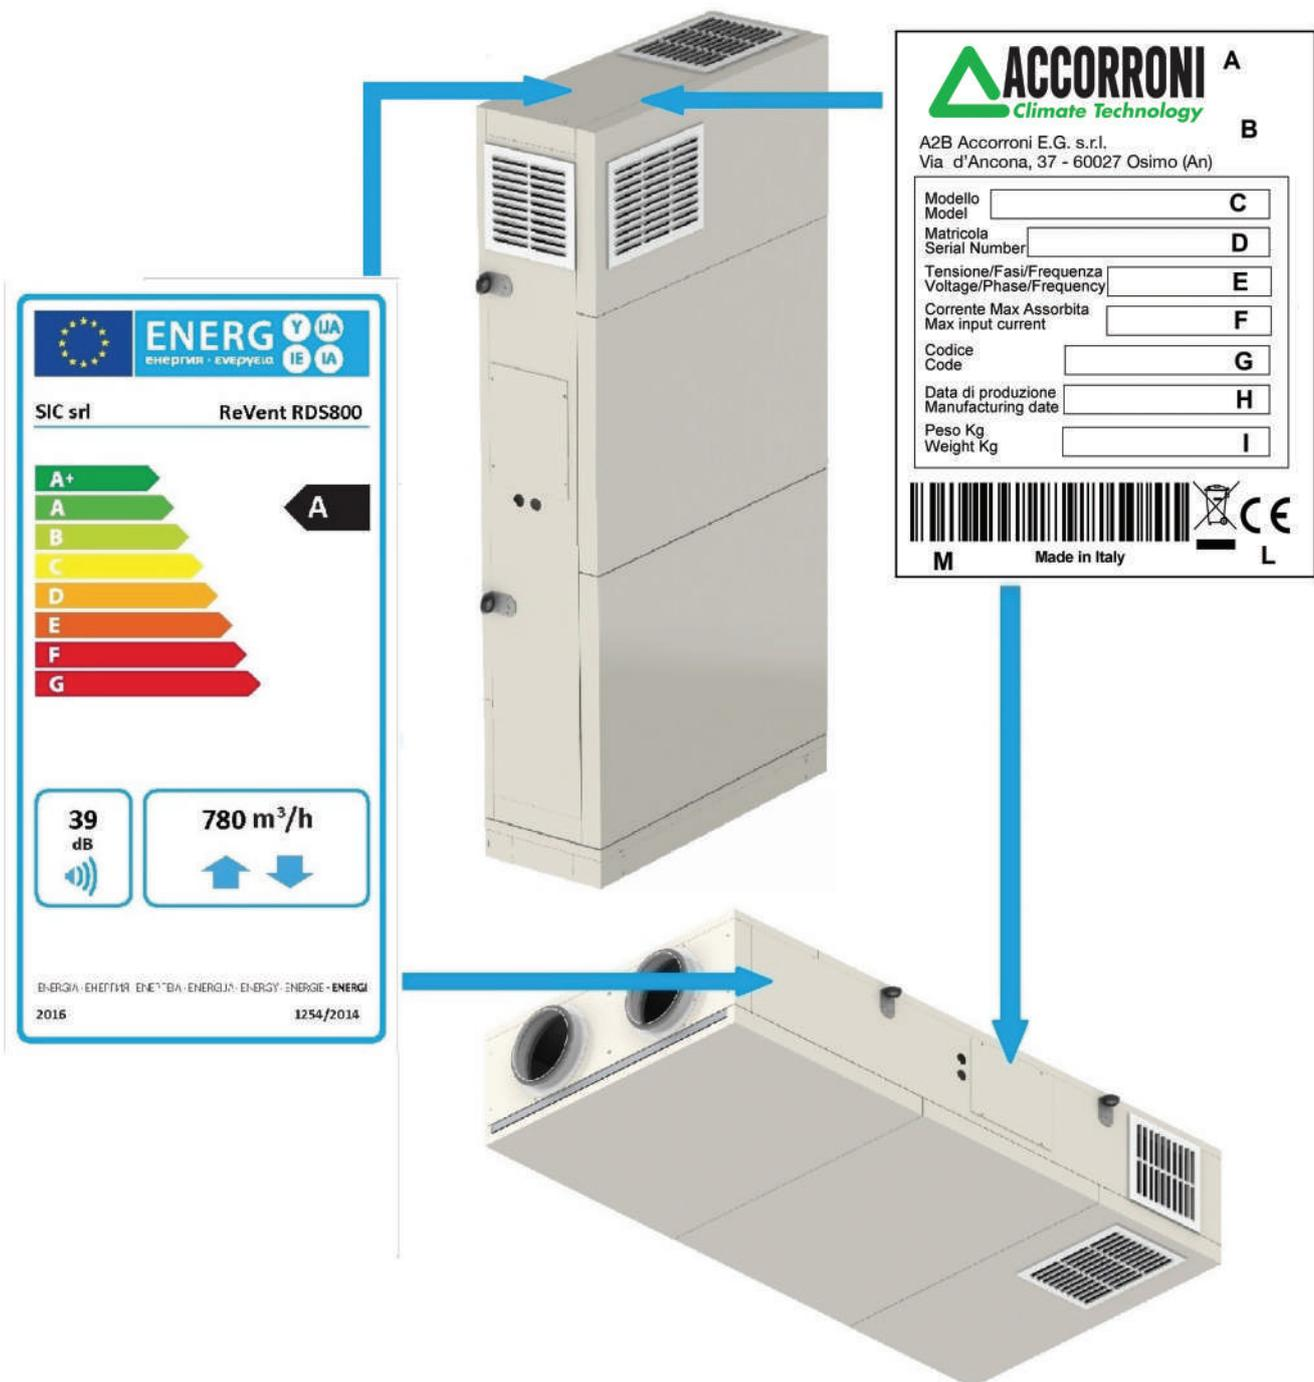

Fig.2
Nell'immagine seguente (Fig. 2) è riportata la posizione della targhetta dati tecnici/identificativi e dell'etichetta riportante la classificazione energetica secondo il regolamento della commissione europea (UE) N.1254/2014, di attuazione della direttive 2009/125/CE e 2010/30/UE, per le specifiche di progettazione ecocompatibile ed etichettatura delle unità di ventilazione residenziali.
In the picture below (Fig.2) is showed the identify and energy class labels position. The energy label is under the commission Delegated Regulation (EU) 1254/2014, implementing Directive 2009/125/EC and 2010/30/EU regarding the specific eco-design and labelling of residential ventilation units.